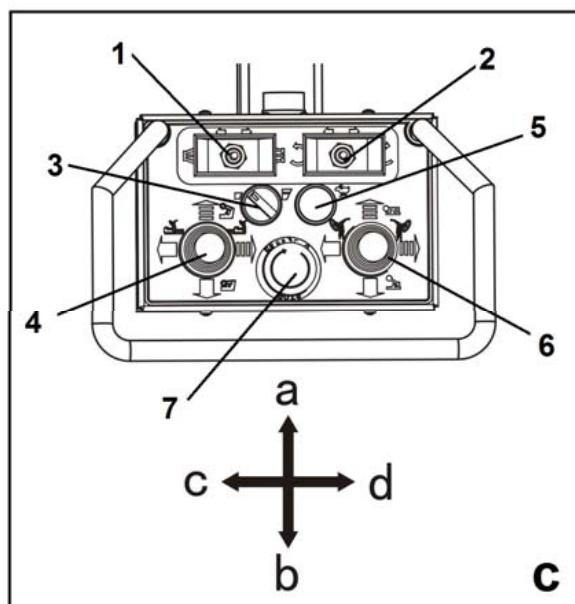

Рисунок 11
Панель управления (рис. 11) является портативной и позволяет оператору выбрать рабочее положение, наиболее удобное для каждого из случаев. На панели управления сконцентрированы все команды, а именно:
– выключатель 1, (рис. 11): переместите его в положение «с», чтобы открыть самоцентрирующуюся цангую; переместите его в положение «д», чтобы закрыть самоцентрирующуюся цангую;
– переключатель вращения 2 (рис. 11): переместите его в положение «с», чтобы повернуть самоцентрирующуюся цангую против часовой стрелки; переместите его в положение «д», чтобы повернуть самоцентрирующуюся цангую по часовой стрелке.
– переключатель скорости вращения 3 (рис. 11): при повороте влево самоцентрирующаяся цанга вращается медленнее; при повороте вправо самоцентрирующаяся цанга вращается быстрее.
– джойстик (1) 4 (рис. 11): переместите его в положение [а], чтобы поднять рычаг патрона; переместите его в положение [б], чтобы опустить рычаг патрона; переместите его в положение [с],
– *кнопка скорости тележки 5* (рис. 11): нажмите на нее, и рычаг патрона и технологическая тележка будут двигаться быстрее; отожмите ее, и рычаг патрона и технологическая тележка будут двигаться медленнее.
– *джойстик (2) 6* (рис. 11): переместите его в положение [a], чтобы поднять кронштейн снимающего рычага; переместите его в положение [b], чтобы опустить кронштейн снимающего рычага; переместите его в положение [c], чтобы повернуть диск для разрыва борта в рабочее положение; переместите его в положение [d], чтобы повернуть инструментальную головку в рабочее положение.
– *кнопка аварийной остановки 7* (рис. 11): нажатие на нее может немедленно остановить работу машины.